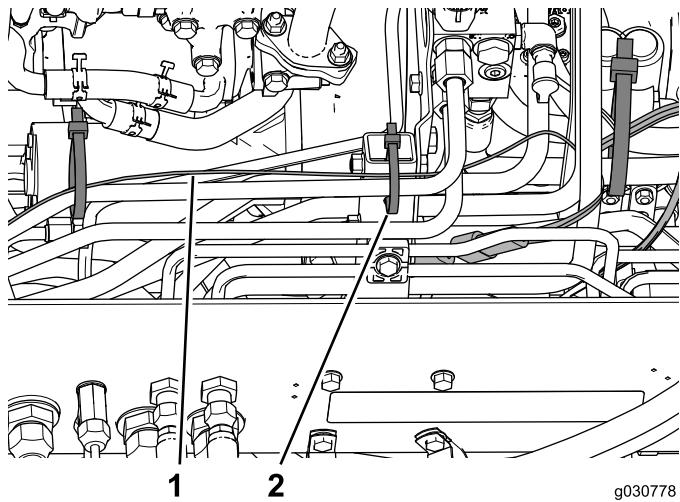
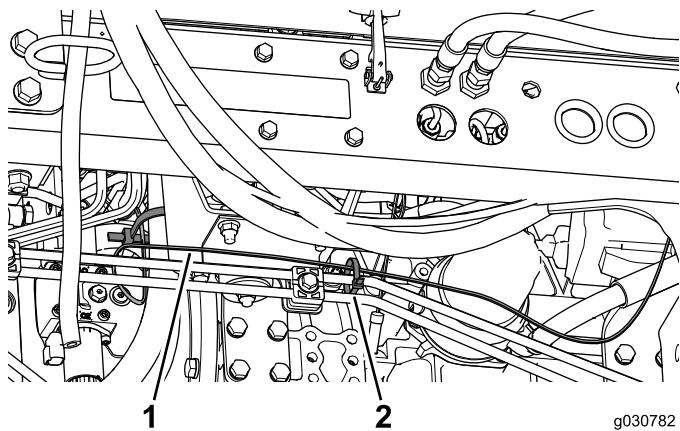

Figura 51
Figura 52
5. Utilize braçadeiras para prender a cablagem aos tubos hidráulicos e tubos rígidos nos locais mostrados na Figura 51 e na Figura 52.